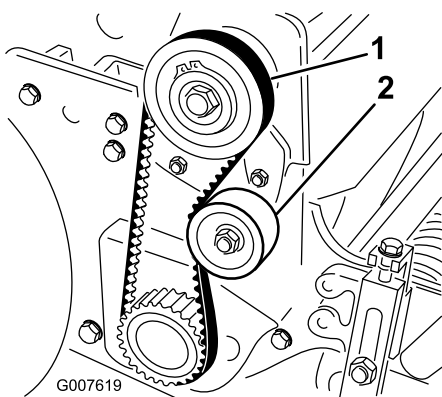

Bild 36
2. Prüfen Sie die Spannung. Bringen Sie hierfür eine Kraft von 18-22 N in der Mitte des Riemens zwischen den Riemenscheiben (Bild 36) an. Der Riemen muss sich 6 mm durchbiegen lassen.
- A. Lösen Sie die Befestigungsmutter der Spannscheibe und drehen Sie die Spannscheibe nach rechts gegen die Rückseite des Riemens, bis Sie die gewünschte Riemen Spannung erzielt haben (Bild 36).